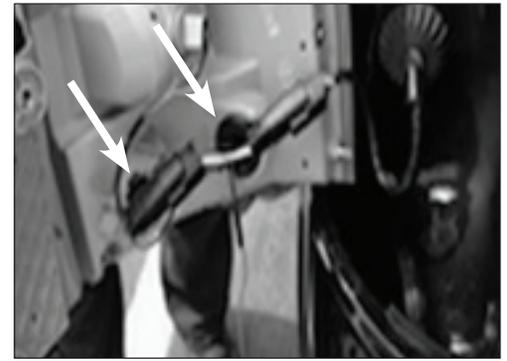

Fig. 2
3. Beginning on the left (driver's) side, Locate the vehicle wiring harness connector on the back side of the tail light assembly (Fig. 2). The connector will be similar to those on the T-Connector harness. Separate the connector from the tail light by pressing on the release tab and pulling the connector away from the tail light housing, taking care not to damage the locking tabs. The connectors should be clean and free of dirt or debris. Clean the connectors if necessary.
3. Comenzando en el lado izquierdo (del conductor), Localice el conector del arnés de cableado del vehículo en la parte trasera del conjunto de la luz trasera (Fig. 2). El conector será similar a los del arnés T-Connector. Separe el conector de la luz trasera presionando la lengüeta de liberación y tirando del conector de la cubierta de la luz de la cola, con cuidado de no dañar las lengüetas de fijación. Los conectores deben estar limpios y libres de suciedad o residuos. Limpie los conectores si es necesario.
3. Commençant sur la gauche le côté (conducteur), Repérez le connecteur du faisceau de câblage du véhicule sur le côté arrière de l'assemblage de feux arrière (fig. 2). Le connecteur sera semblable à ceux sur le harnais T-Connector. Séparer le connecteur du feu arrière en appuyant sur la patte de dégagement et en retirant le connecteur du boîtier de feu rouge, en prenant soin de ne pas endommager les languettes de verrouillage. Les connecteurs doivent être propres et exempts de saleté ou de débris. Nettoyez les connecteurs si nécessaire.